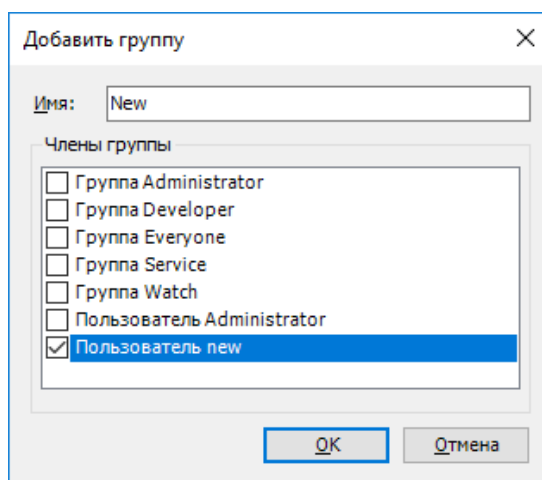

Рисунок 263 – Диалоговое окно добавления новой группы
- аналогично напротив списка **Группы (Groups)** можно создать новую группу, нажмите кнопку **Добавить** (Рисунок 263). Далее из списка выберите пользователей, которые должны принадлежать к новой группе;